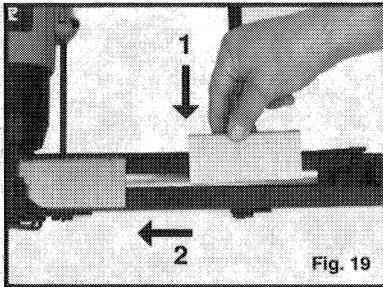

Fig. 19
3. Placer une bande d'agrafes sur le rail de guidage (voir Fig. 19) et faire glisser celles-ci vers l'avant sur le rail. L'outil recevra jusqu'à deux bandes complètes d'agrafes.